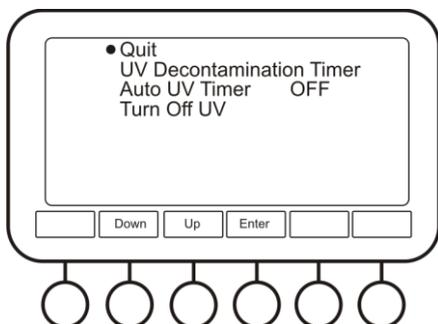

Рисунок 3. Установка таймеров
5.9.1. **Таймер (Timer, рис. 3).** В этом меню устанавливаются таймеры УФ деконтаминации и автоматического включения системы УФ деконтаминации.